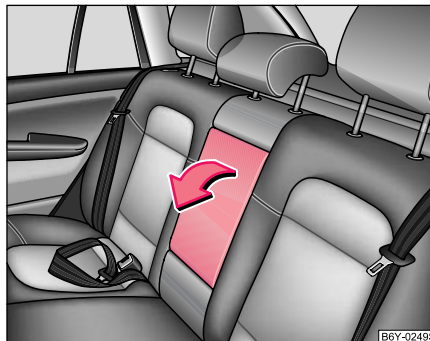

Abb. 76 Rücksitze:
- Die Armlehne können Sie zur Komforterhöhung herunterklappen ⇒ Abb. 76.